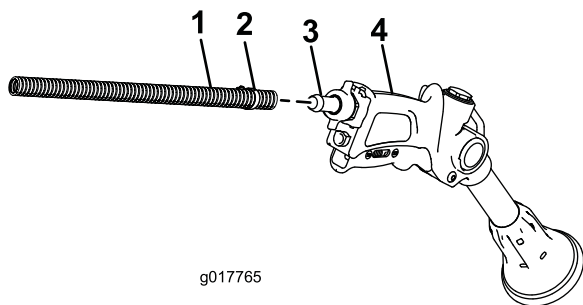

Figura 24
2. Conectai capătul liber al furtunului lung la fittingul de pe pistolul pulverizatorului (Figura 24).